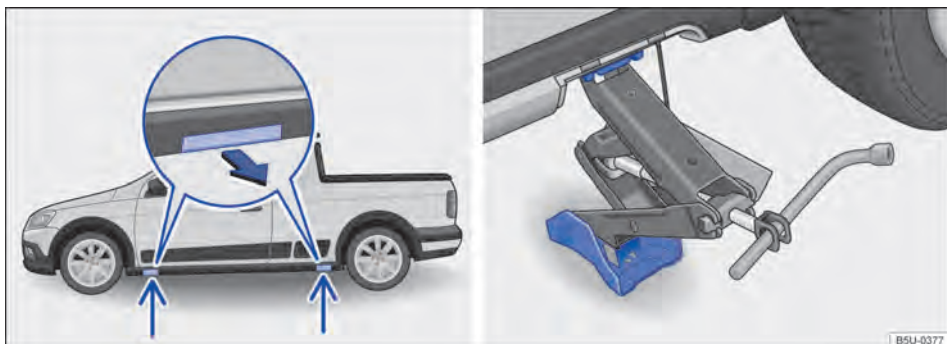

Fig. 172 Pontos de apoio do macaco e macaco posicionado no lado esquerdo traseiro do veículo - veículos com soleiras externas.
O macaco somente pode ser posicionado nos pontos de apoio indicados (cobertura removível) → Fig. 172. É válido o ponto de apoio localizado próximo à roda correspondente → ⚠️.
7. Desencaixar a cobertura de acesso ao ponto de apoio do macaco, no sentido da seta → Fig. 172.
9. Garantir que a base do macaco, com toda sua superfície, esteja sobre o chão e que a base se encontre perpendicularmente abaixo do ponto de colocação → Fig. 172.
10. Alinhar o macaco e, simultaneamente, levantar a garra do macaco até ela se encaixar na travessa debaixo do veículo → Fig. 172.
- Posicionar o macaco somente nos pontos indicados. A garra do macaco deve se encaixar no perfil da longarina de forma segura → Fig. 172.